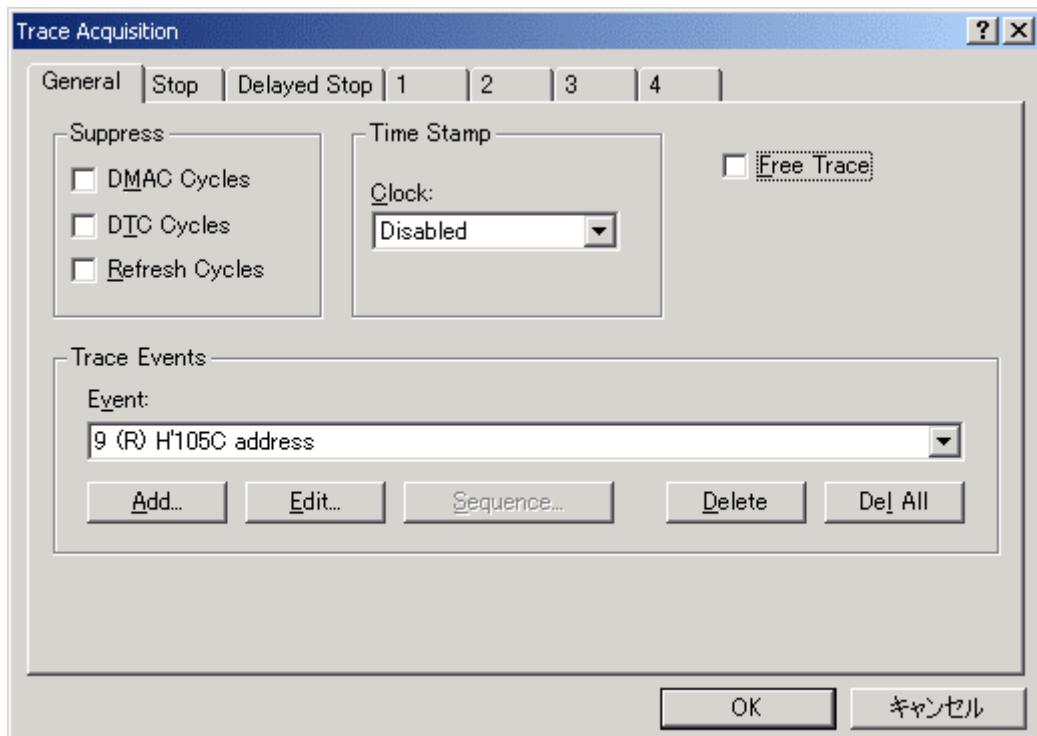

図 6-45 [Trace Acquisition]ダイアログボックス（ページ追加）
(7)設定したイベントを有効とする為に、[General]ページの[Free Trace]チェックボックスのチェックを解除します。チェックを解除すると新たに[1]～[4]のページが表示されます。（図 6-45 [Trace Acquisition]ダイアログボックス）